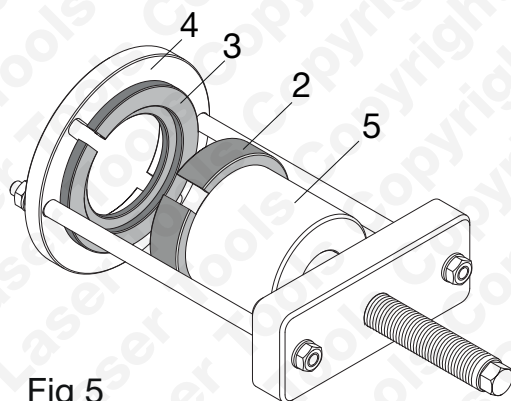

Fig 5
- La douille neuve doit être positionnée correctement dans TOUS les sens ; pour cette raison, s'assurer que la douille neuve est placée dans la même position que celle de l'ancienne douille. L'utilisation de la bague fendue étagée (2) permet de s'assurer que la douille neuve est insérée à la profondeur correcte.
- Pour l'installation de la douille neuve, démonter tout d'abord les éléments de l'outil illustrés en **Fig. 5** et s'assurer que la vis de force est propre et bien lubrifiée.